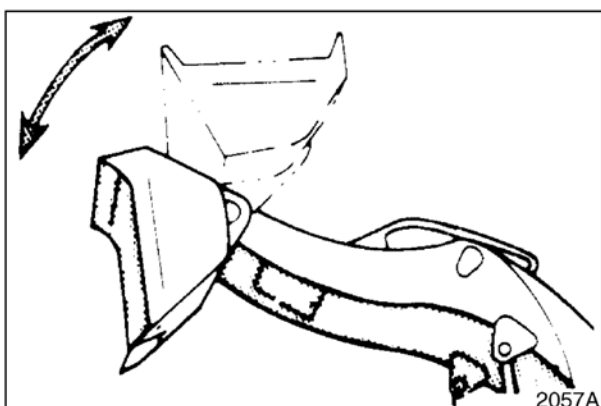
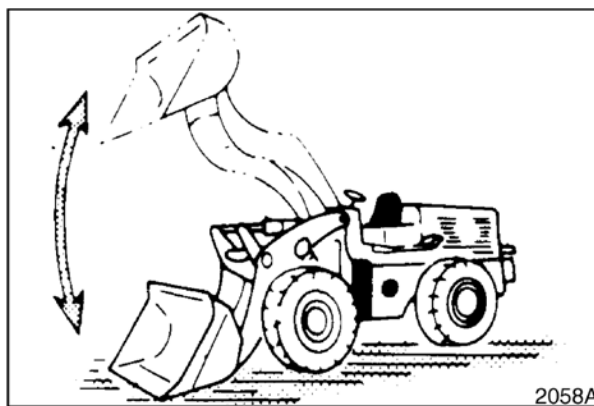

Рис. 86
Рис. 87
7. Запустить двигатель и с помощью рычагов управления поднять и опустить ковш несколько раз. См. рис. 86. Поднять и опустить несколько раз стрелу. См. рис. 87. Опустить ковш на грунт.